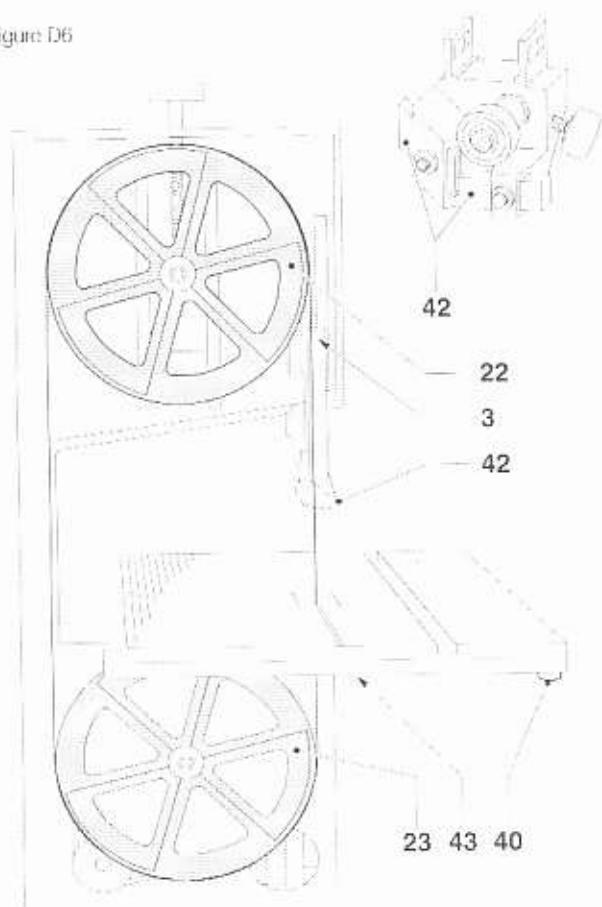

Figure D7
11. Assurez-vous que les dents de la lame sont orientées vers le bas et vers l'avant (fig. D7).